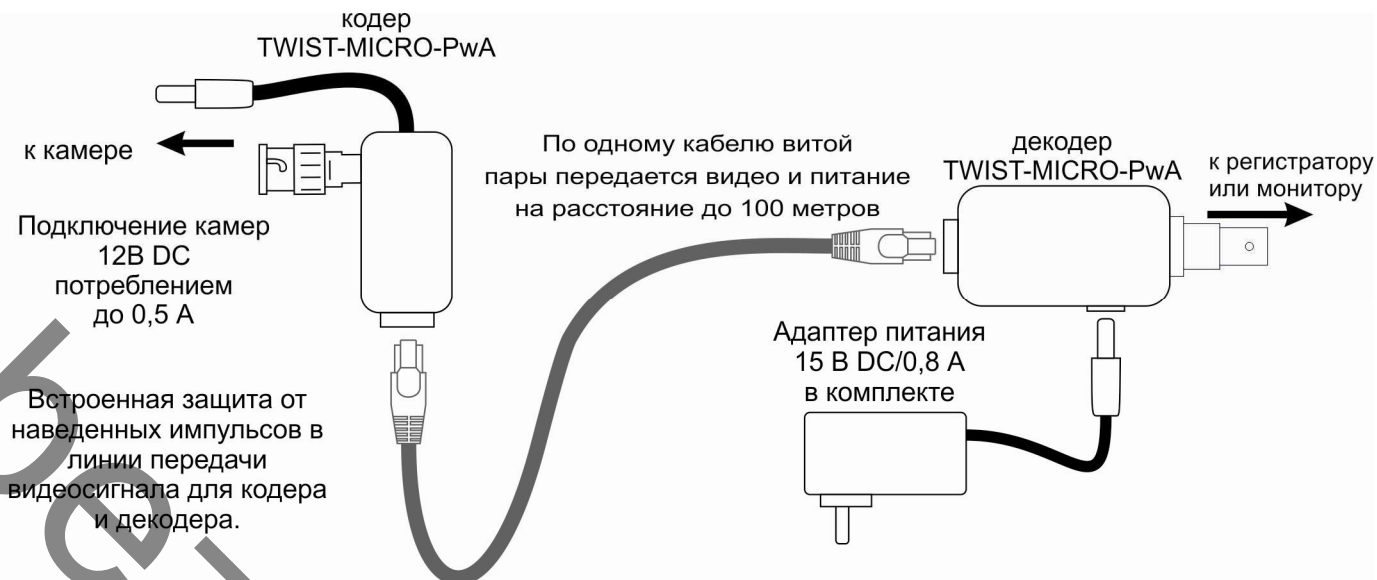

Рис. 1 Схема подключения TWIST-PwA-MICRO
1. Соединение кодера и декодера должно производиться выделенным кабелем симметричной витой пары, изолированным от всех других проводов, а также от любых металлических конструкций. Пример соединения комплекта с использованием кабеля UTP показан на рис.1.
Подключите комплект к и линиям связи и питания согласно рис.1